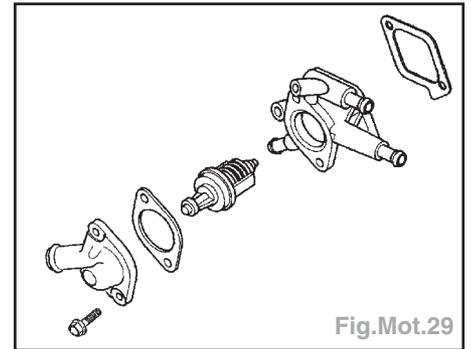

Fig.Mot.29
- la durit sup. du couvercle de boîtier de thermostat et desserrer le collier (1),
- le couvercle de boîtier (2) (2 vis),
- le thermostat (Fig.Mot.29).